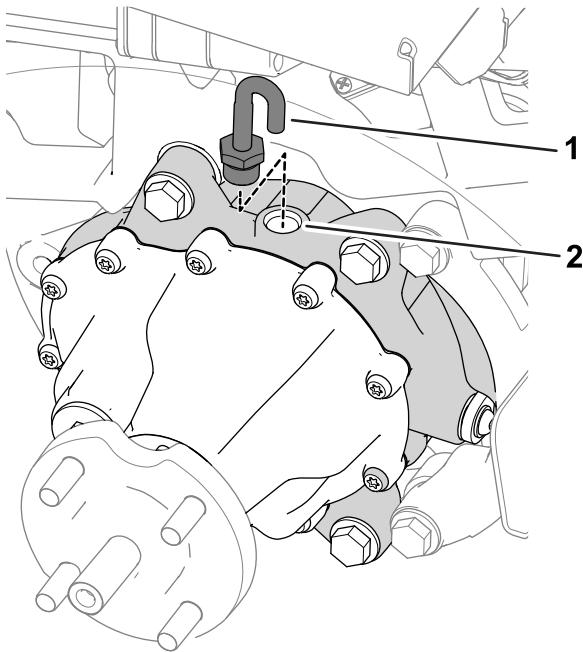

Bild 59
7. Nehmen Sie den Entlüftungsschlauch und das Anschlussstück von der Oberseite des Getriebes ab (Bild 59).
- 9. Montieren Sie den Entlüftungsschlauch und das Anschlussstück an die Füllöffnung (Bild 59).